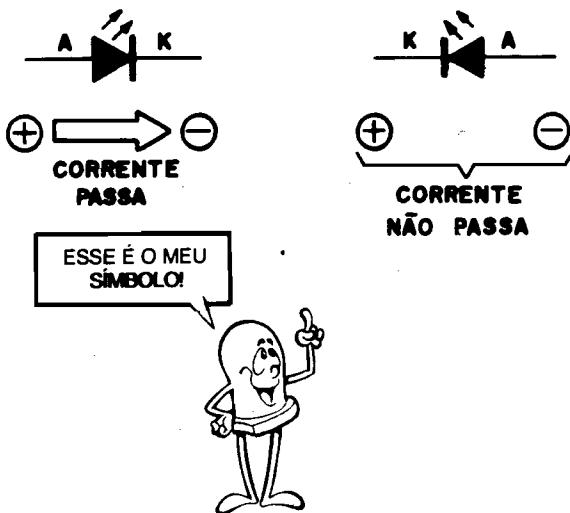

Fig. 4
- O componente pode ser classificado como uma fonte de “luz fria” (ao contrário de uma pequena lâmpada incandescente comum, sob funcionamento normal - e dentro de seus parâmetros - o LED não aquece). Trabalha sob princípios semi-condutores (veremos isso em Lição específica) e forma uma espécie de “caminho de mão única” para a corrente elétrica (fig. 4).
FIG. 4 Quando polarizado em sentido direto, ou seja: quando fazemos com a que a corrente “atravessa” o LED com o **positivo** aplicado ao seu terminal de anodo (A) e o **negativo** ao seu terminal de catodo (K), o componente permite o trânsito da corrente e... ilumina-se (emite luz). Polarizado em sentido inverso, a corrente “não passa”, e o componente não emite luz.